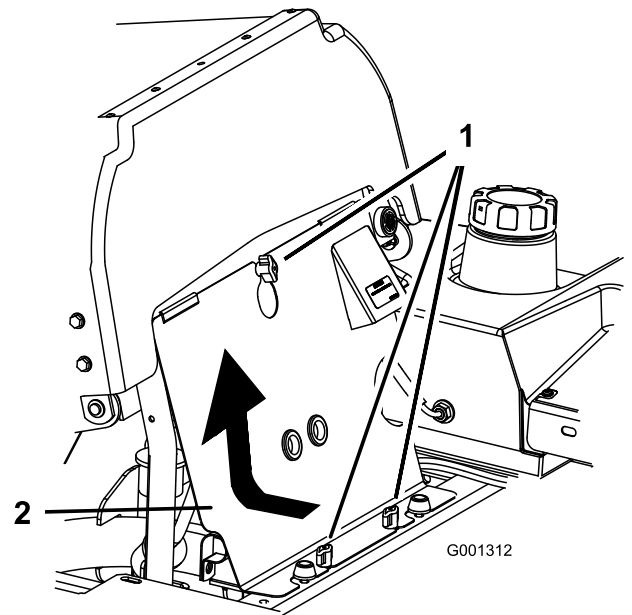

Figura 91
3. Afloje los cierres del panel delantero del motor y retire el panel (Figura 91).